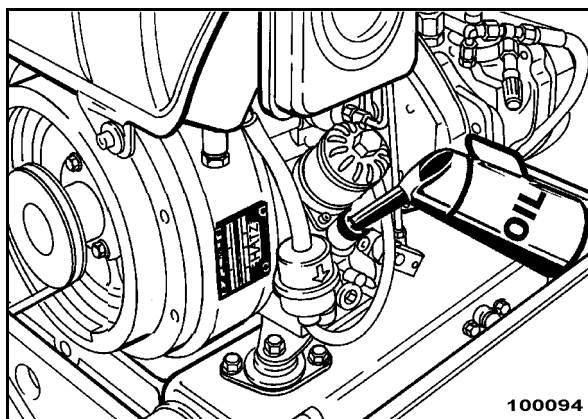

Fig. 62
- Cargar nuevo aceite de motor por la boca de llenado de aceite (Fig. 62).